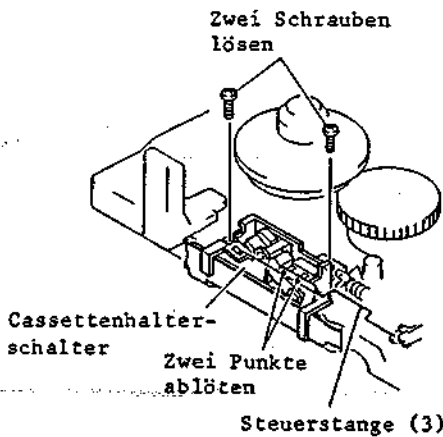

Abb. 2-49 Ausbau des Cassettenhalterschalters
3-7 Ausbau des Cassettenhalterschalters (Abb. 2-49)
2. Den Cassettenhalterschalter an zwei (2) Punkten ablöten (siehe Abb. 2-49).
3. Zwei (2) Befestigungsschrauben des Cassettenhalterschalters lösen.
4. Die Steuerstange (3) entfernen.